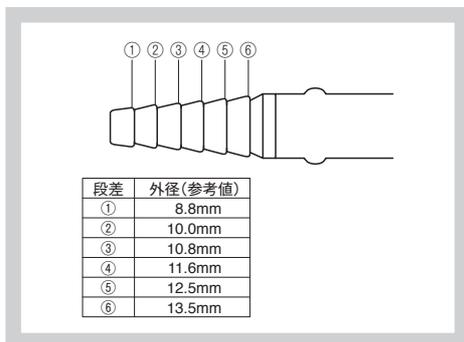

図7
1. 本品の胸腔ドレーン接続チューブ⑫のコネクターの寸法は下図(図7)のとおりである。他社製のドレーンチューブと本品を接続して使用するときには事前に接続できること、気密確認を行い、接続できないドレーンチューブは使用しないこと。気密性を確保できない、又は使用中に外れる可能性がある。